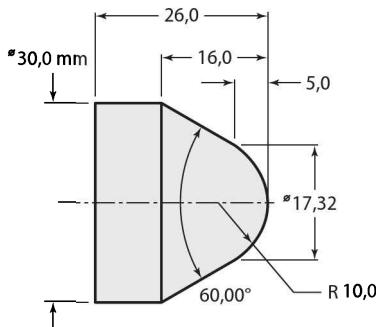

Figura 6-16 Escreva um programa de compensação manual para tornejar este pino com ponta arredondada utilizando uma ferramenta com raio de ponta de 2 mm.
4. Agora, escreva um programa métrico para tornejar a peça (em um único passo) e, em seguida, desbaste o pino de alumínio com ponta arredondada da Figura 6-16. Este é um trabalho com alimentação por barra presa em pinças. Não usine o diâmetro do tarugo. Utilize uma ferramenta de torno com raio de ponta de 2 mm e escreva seu programa com valores absolutos. Você pode usar qualquer um dos métodos de comando de arco – ambos serão mostrados na seção de respostas junto com algumas dicas algébricas, caso você trave em alguma passagem. Não escreva passes de desbaste – este é um exercício apenas para compilar códigos e comandos de arco. Use rotação de 1.000 rpm e avanço de 0,1 mm por revolução.
Rotação Veja a Figura 6-16. Visto que a ferramenta começa a usiná-lo do centro da peça em direção ao perfil, o fuso deve iniciar com uma rotação bem alta e diminuir continuamente, conforme o diâmetro efetivo também aumenta. Há uma maneira de adicionar uma velocidade de corte constante (VCC) em seu programa para iniciar essa constante mudança da rotação em tais casos. Vamos estudar essa função no Capítulo 7, mas não há problema em pesquisar no manual de programação de seu laboratório e utilizar o código correto para implementar a VCC.